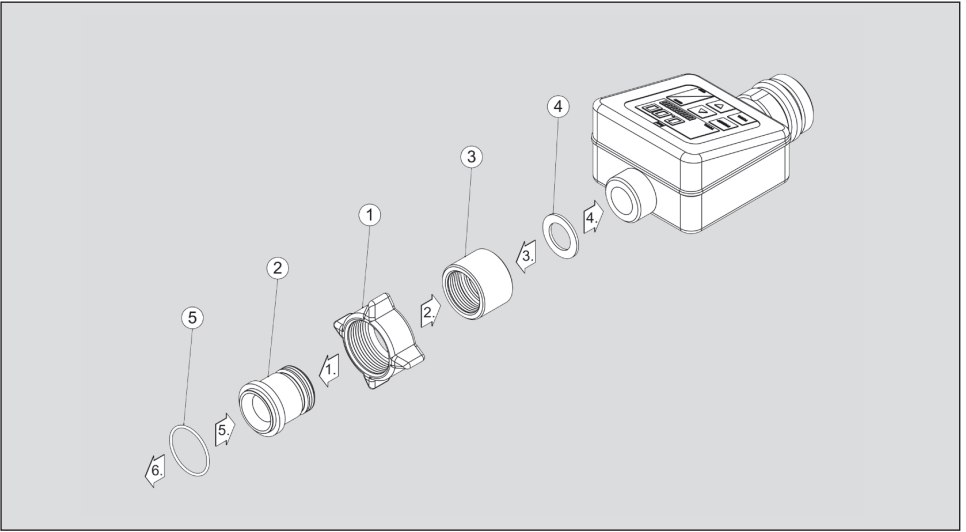

Fig. 3
2.3 Instructions de montage pour TR 120-PP et TR 120-PVDF sur pistolet PP/PVDF avec des raccords standard et des raccords tournant (Fig. 3)